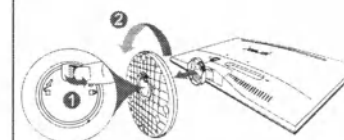

Рисунок 2
3. Снимите основание (Рисунок 2).